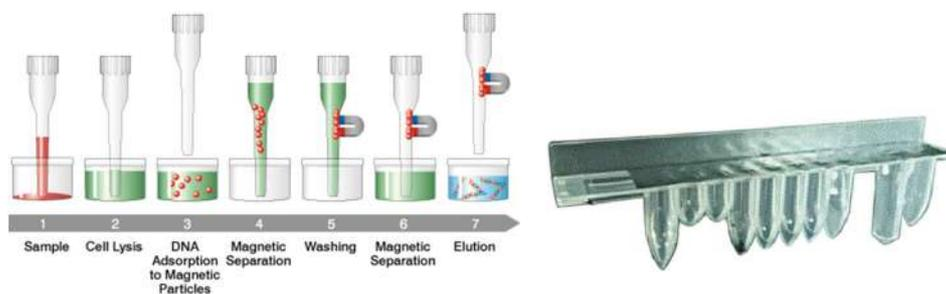

Figura 1.4: Principio de extracción de ácido nucleico y contenedor de extracción ELITE InGenius SP 1000
- El juego de reactivos está optimizado para el aislamiento de ácidos nucleicos de muestras con hasta 1 mL. (Figura 1.4: ELITE InGenius – Contenedor de extracción SP1000 y principio de extracción).
ELITE InGenius® PCR cassette: contenedor con tubo integrado para PCR y tapa (Figura 1.4: ELITE InGenius - Contenedor PCR)